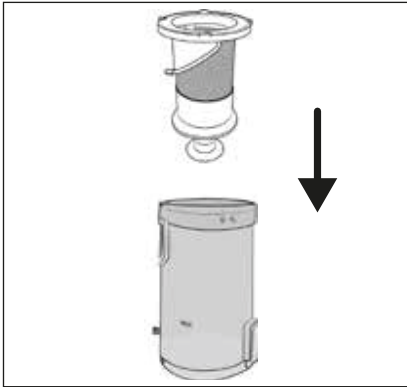

Fig. 21
- 6) Inserire il filtro in acciaio inox **6** nel contenitore di raccolta della polvere **7** e spingerlo fino in fondo (vedere fig. 21). Tenere conto dei due fermi di grandezza diversa presenti sul filtro in acciaio inox **6**. Grazie a questi fermi il filtro in acciaio inox **6** può essere inserito nel contenitore di raccolta della polvere **7** solamente in una posizione.